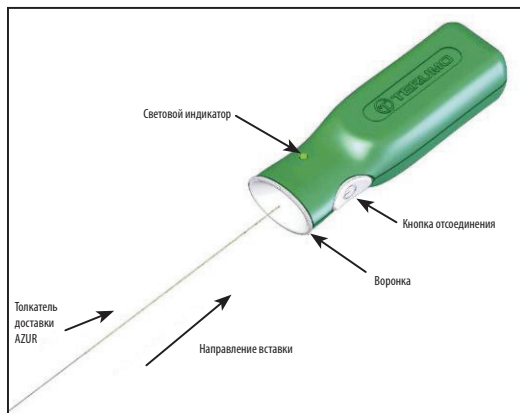

Рисунок 2. Контроллер отсоединения AZUR
- Перед использованием устройства отсоедините проксимальный конец толкателя доставки от упаковочного кольца. Будьте осторожны, чтобы избежать загрязнения этого конца толкателя доставки посторонними веществами, такими как кровь или контрастное вещество. Плотно вставьте проксимальный конец толкателя доставки в секцию с воронкой контроллера отсоединения AZUR. См. рисунок 2. **Не нажимайте кнопку отсоединения в это время.**
35. Подсоедините проксимальный конец толкателя доставки к контроллеру отсоединения AZUR, надежно вставив проксимальный конец толкателя доставки в секцию с воронкой контроллера отсоединения AZUR. См. рисунок 2.